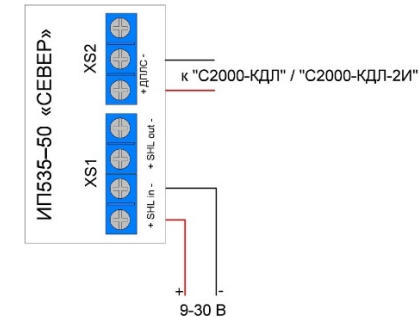

Рис.2. Схема подключения извещателей в ДПЛС
- 5.3. Подключите провода шлейфа через герметичные кабельные вводы к клеммам на плате извещателя согласно схеме приведенной на Рис.2 Установите лицевую панель с приводным элементом извещателя на основание с помощью четырех шурупов (при этом приводной элемент должен находиться в крайнем верхнем положении, на фиксаторах).